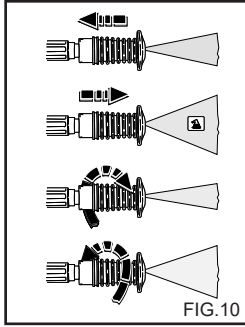

FIG.10
**ИСПОЛЬЗОВАНИЕ РЕГУЛИРУЕМОЙ НАСАДКИ MULTIREG (рис.10)**